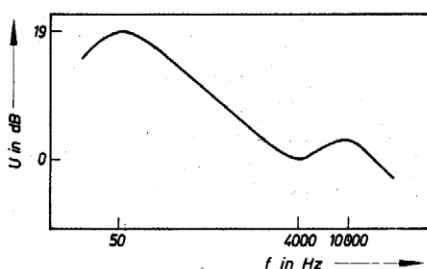

Bild 2: Frequenzgang „Wiedergabe“
- Frequenzgang muß Bild 2 und den Werten von Tafel 2 entsprechen.
Der prinzipielle Verlauf ist dem Bild zu entnehmen (s. Bild 2 „Für den Service“ auf S. 578). Über C_{309} erfolgt die Auskopplung des Signals, das beim Umspulen und bei Stopp des Laufwerkes über einen Schalter kurzgeschlossen wird, um störendes Rauschen zu vermeiden.